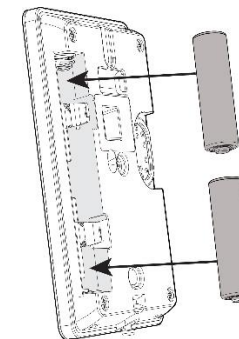

Figure 4
5. Insérez les piles dans le clavier comme indiqué sur la figure 4.